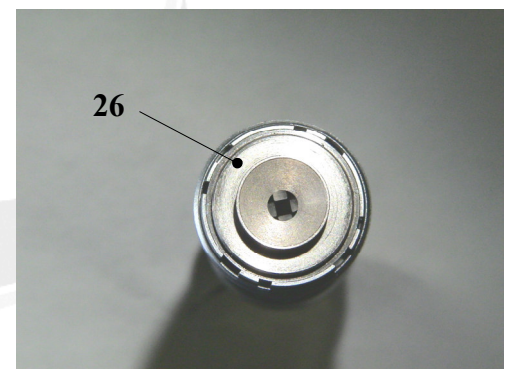

Abbildung 16
- Alle vier Zentrierbacken (25) nach aussen auf Anschlag Abisolierkopf schieben und Spirale (26) vorsichtig aufsetzen Abbildung 16.